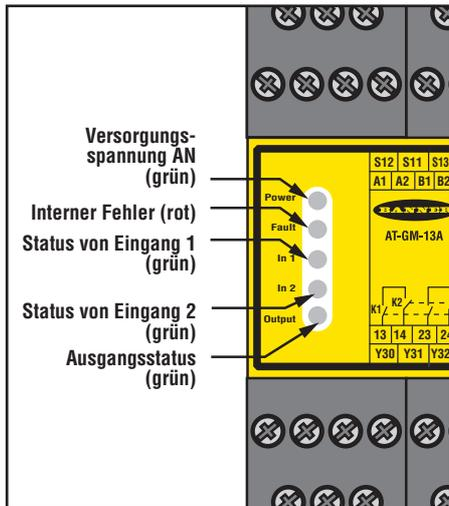

Abb. 1. AT-..M-13A-LEDs
**LED-Anzeigen am DUO-TOUCH-SG-Sicherheitsmodul (siehe Abbildung 1)**